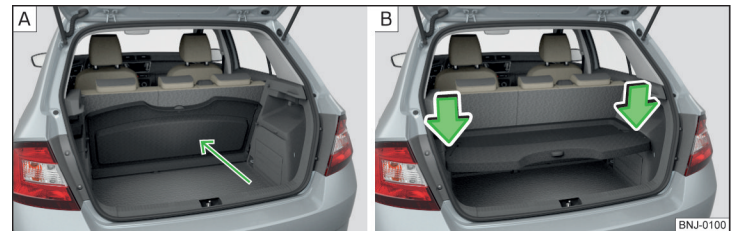

Abb. 101 Gepäckraumabdeckung: hinter den Rücksitzen / in der unteren Position verstaut
Wenn man sperriges Gut befördern möchte, kann die Abdeckung herausgenommen und in zwei Positionen verstaut werden » Abb. 101 auf Seite 89.
Die Gepäckraumabdeckung kann in den folgenden Positionen verstaut werden » Abb. 101
- Auf die Oberseite der Abdeckung in Pfeilrichtung drücken » Abb. 101 - **B**.